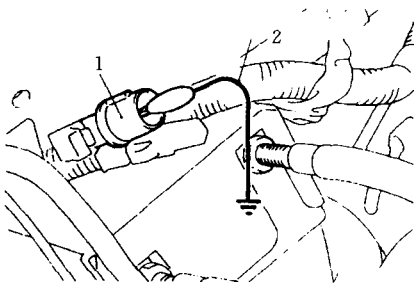

图 14 点火正时调整插接器接地——埃克利普斯车 2.0L (4G63) 和 2.4L (4G64) 发动机
⑤关闭点火开关。
⑥拆下点火正时调整插接器 (棕色) 上的防水套, 用跨接线连接纸夹和点火正时调整端子, 并接地 (图 14)。